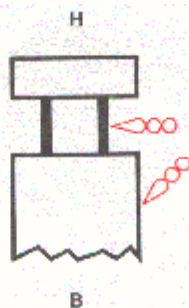

Abb. 5
- 5.2.9. Die Lagerung der Schwingmasse an den auf der Abbildung 5 angegebenen Stellen mit dickflüssigem Oel oder Fett schmieren.